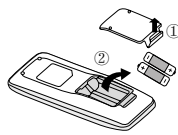

Fig.1
- Lyft locket i pilens riktning (som visas i Fig. 1 ①).
- Ta ut originalbatterierna (som visas i Fig. 1 ②).